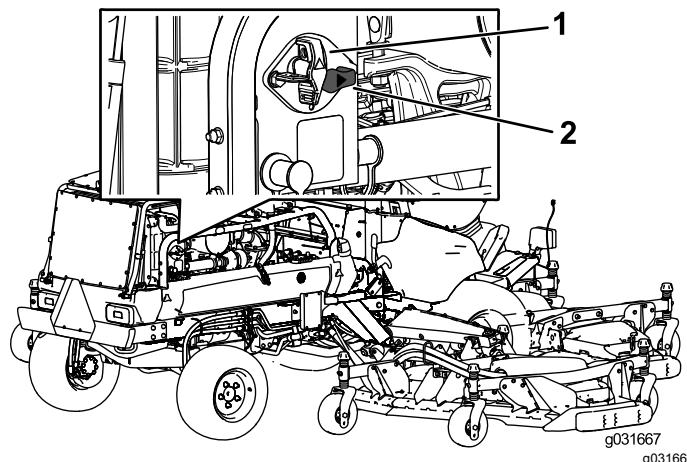

Figura 74
- Per eccitare la macchina elettricamente, ruotate l'interruttore di scollegamento della batteria in senso orario in posizione di ACCENSIONE (Figura 74).
- Per diseccitare la macchina elettricamente, ruotate l'interruttore di scollegamento della batteria in senso antiorario in posizione di SPEGNIMENTO (Figura 74).